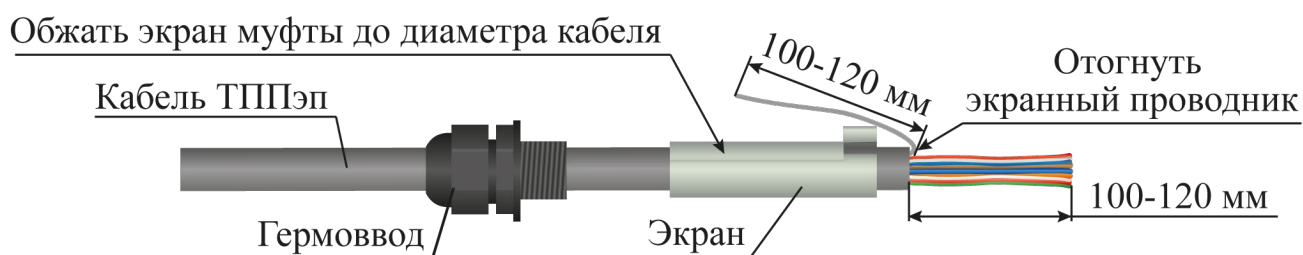

Рисунок 4.31
– надеть на оболочку кабеля ТППЭп в следующей последовательности: гермоввод, экран муфты переходной (рисунок 4.31);
– обжать экран муфты переходной до внешнего диаметра кабеля ТППЭп с помощью плоскогубцев (рисунок 4.31);
– снять оболочку со свободного конца кабеля ТППЭп (с кабеля ТППБЭп снять белую и черную оболочки) длиной 100 - 120 мм (рисунок 4.31);
– экранирующий проводник отвести в сторону (рисунок 4.31);